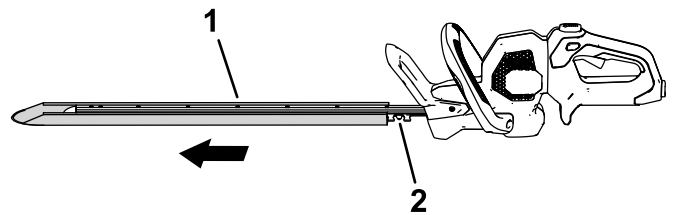

Figura 6
1. Retire la funda protectora de las cuchillas (Figura 6).